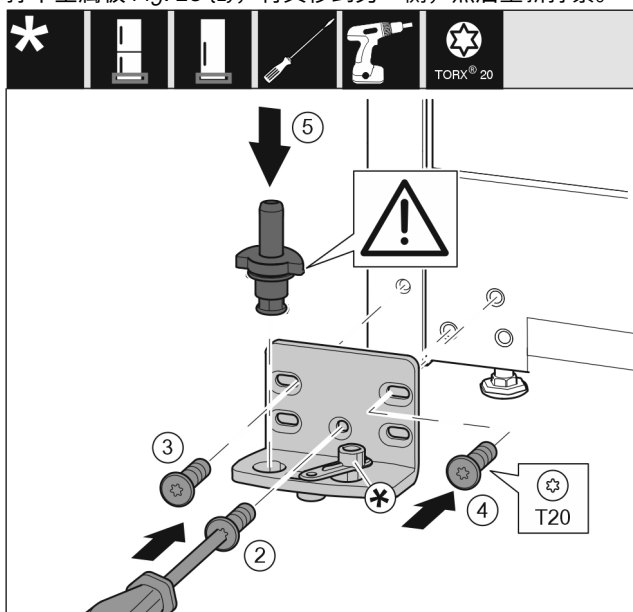

Fig. 29
- ▶ 将托架安装到另一侧，并借助螺丝刀旋紧。用螺钉 Fig. 29 (2) 从底部的中心开始。
- ▶ 拧紧螺钉 Fig. 29 (3) 和螺钉 Fig. 29 (4)。
- ▶ 将轴承螺栓 Fig. 29 (5) 完全装入。同时注意止动凸轮需指向后方。